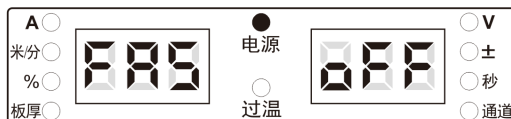

图 4-5 FA5 显示界面
1. 进入内部菜单，调节焊接电源面板旋钮至 FA5，如图 4-5 所示。